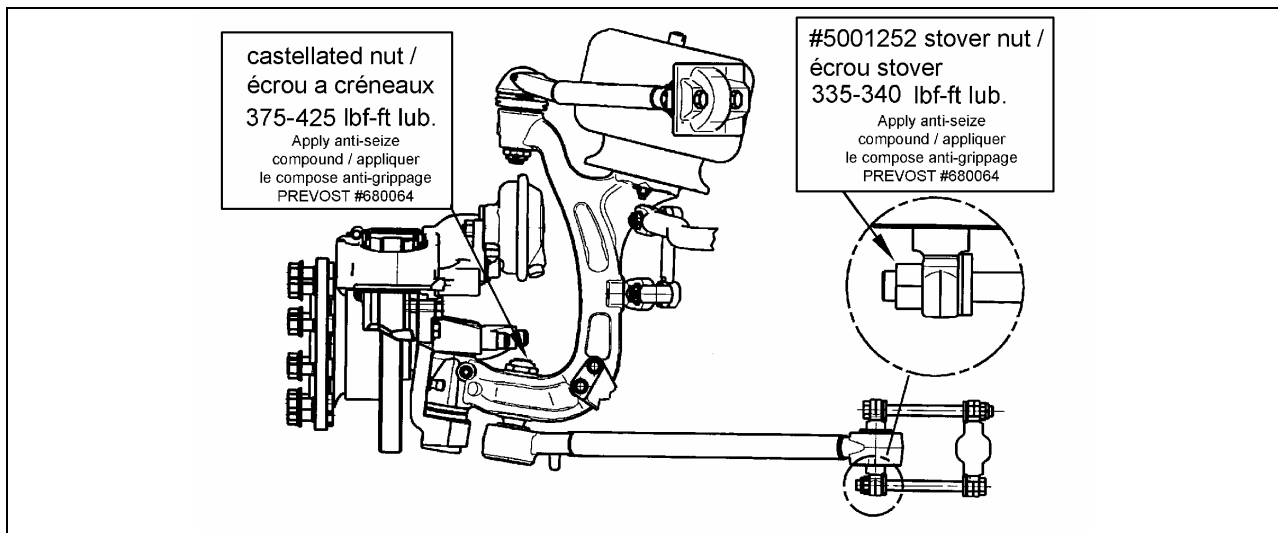

FIGURE 4: SPÉCIFICATIONS DE SERRAGE
6. Réinstaller le bras triangulaire de suspension selon les spécifications de serrage de la figure 4. Pour le serrage de l'écrou à créneaux, serrer au couple indiqué, puis serrer légèrement l'écrou seulement dans le but d'aligner un des créneaux avec le trou de passage de la goupille le plus proche. Utiliser une goupille neuve #502106. Serrer les écrous stover neufs #5001252 lubrifiés au couple indiqué. Appliquer le composé anti-grippage #680064 sur les parties filetées.